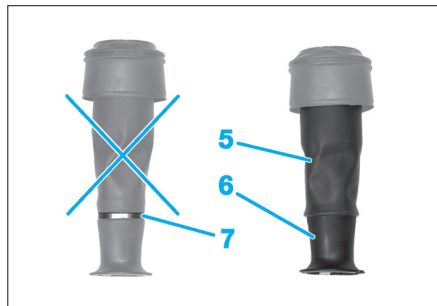

Fig. 28
- Enrouler la membrane (5) sur le piston d'enroulement (6) (Fig.28).
- **Boudin pneumatique neuf :** Engager le piston d'enroulement (6) (Fig.28) dans la coupelle inférieure.
- **Boudin pneumatique réutilisé :** Tirer sur le piston d'enroulement (6) jusqu'à la mise en contact avec la coupelle inférieure.